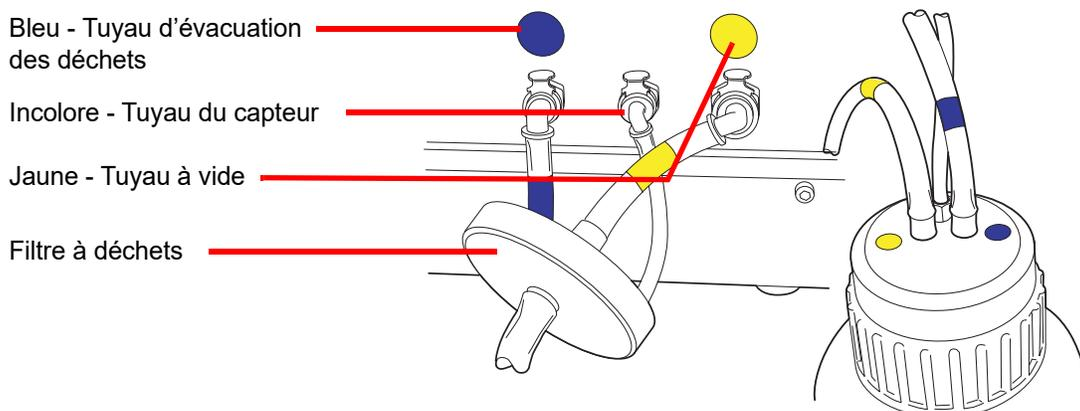

Figure 8-13 Connexions des tuyaux du bidon d'évacuation des déchets
3. Repérer les trois connexions du bidon d'évacuation des déchets à l'arrière du processeur ThinPrep 5000. Voir Figure 8-13. S'assurer que les boutons des connecteurs sont enfoncés.